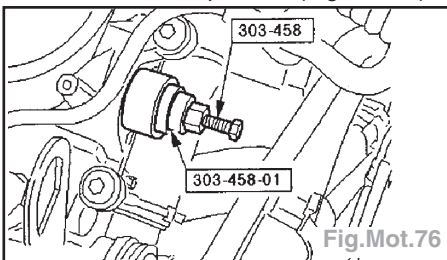

Fig.Mot.76
- Poser l'arrêt d'huile d'arbre à cames à l'aide des outils spéciaux (Fig.Mot.76).